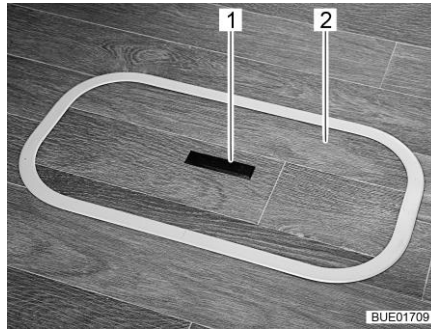
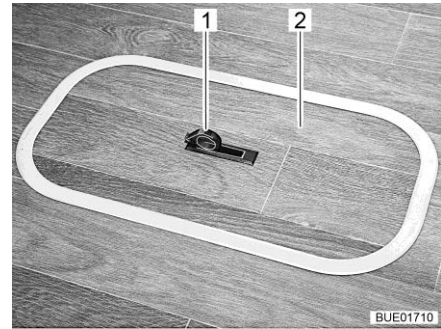

Bild 76 Abdeckung Bodenfach (Griff versenkt)
Bild 77 Abdeckung Bodenfach (Griff herausgeschwenkt)
- Auf einer Seite die Griffplatte (Bild 76,1) nach unten drücken. Der Griff (Bild 77,1) schwenkt nach oben.
- Die Abdeckung (Bild 76,2 bzw. Bild 77,2) nach oben abnehmen.